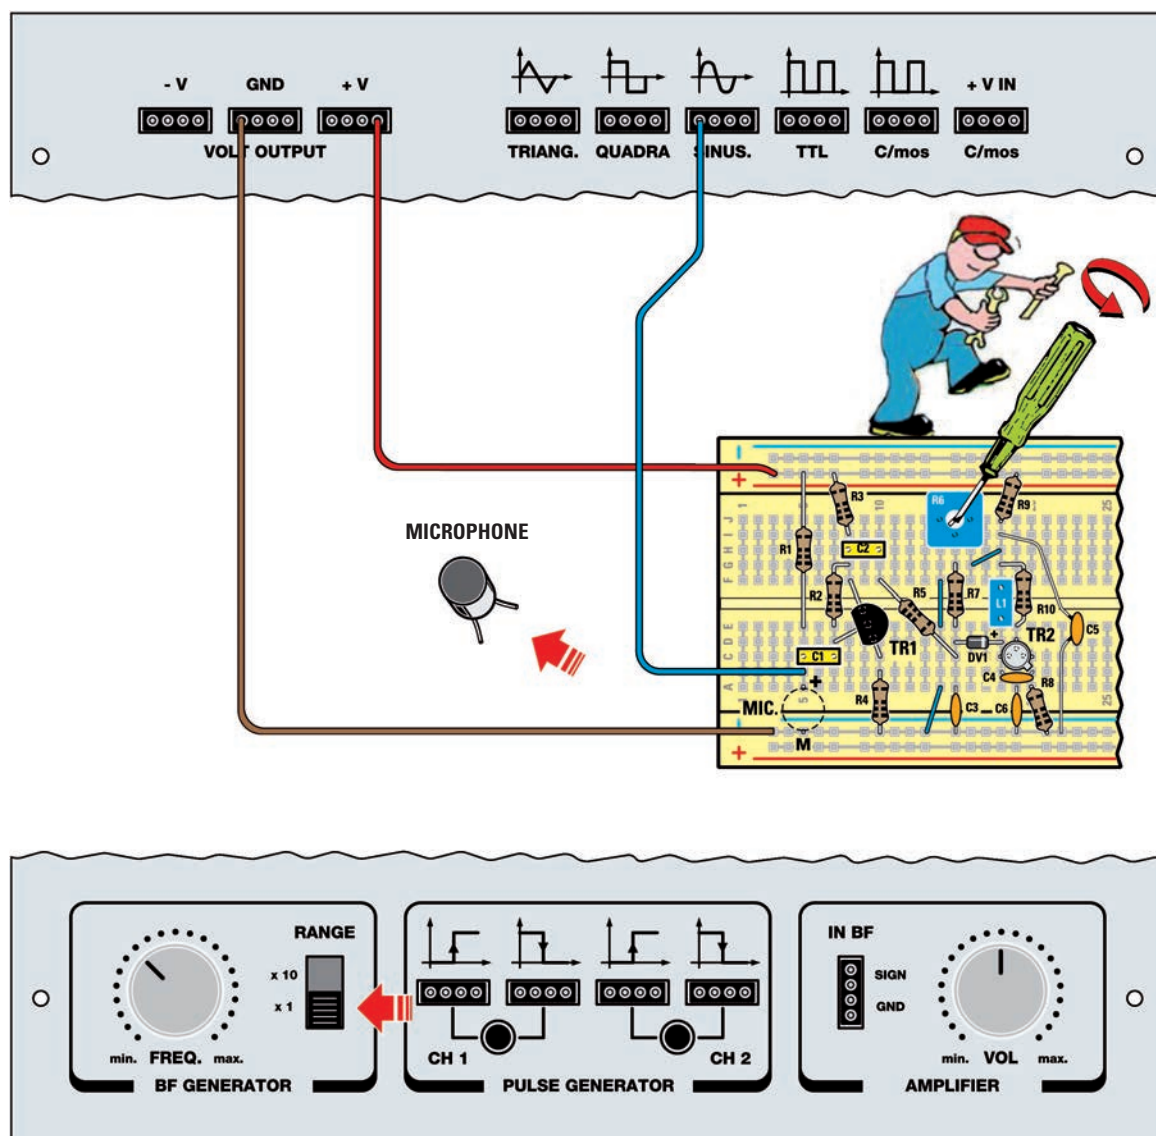

Figure 21 : Extrayez le **microphone** de la plaque d'essais et à la place de son fil **positif (+)** enfoncez un morceau de fil d'environ 15 cm de longueur.
- localisez sur la plaque le **trimmer R6** de réglage de la **syntonie (ou accord)** de l'émetteur et avec un petit tournevis tournez-le jusqu'à ce que le curseur soit à **mi course** (voir figure 21).